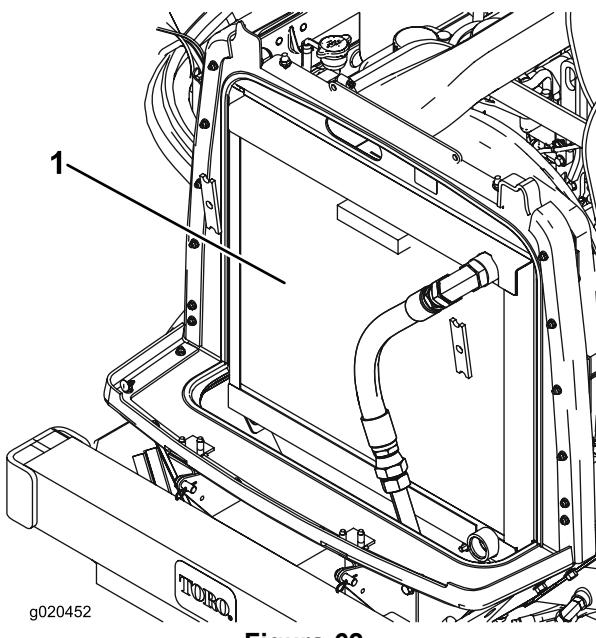

Figura 62
2. Limpe ambos os lados do radiador/refrigerador (Figura 62) com ar comprimido. Comece do lado da ventoinha e sopre os detritos para trás. Depois, limpe a partir da parte posterior e sopre na direção da parte frontal. Repita o procedimento várias vezes até remover toda a sujidade e detritos.